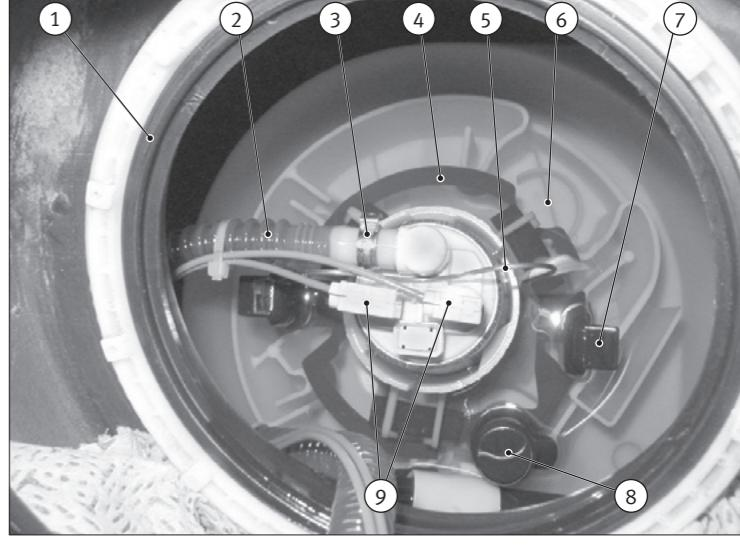
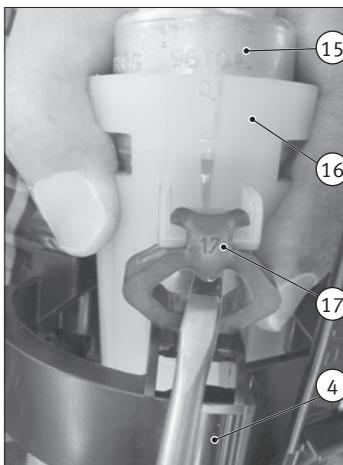

Abb. 1/Fig. 1/Puc. 1/图1
Abb. 3/Fig. 3/Puc. 3/图3
- The flange cover (10) is inserted in the tank with two interlocking sealing rings (11).
- A floor support (12) connects the flange cover with the swirl pot. The latch (13) is positioned in a recess (6) in the floor of the swirl pot. The fluid-level sensor (14) is mounted on the floor support.
- Push the flange cover (10) out carefully at the top.
- The fuel pump (15) is positioned in a holder („sleeve“) (16). This sleeve is fixed in the swirl pot with a retaining ring (4).
- Push the two clips (7) of the retaining ring together towards the centre and pull the retaining ring out at the top.
- A pressure relief valve (8) is mounted in the retaining ring, which is fitted securely in the swirl pot with an o-ring. Keep the sealing ring safe.
- Disconnect the electrical contacts (9).
- Open the hose clamp (3) and pull off the hose (2).
- Lever the upper part of the 3 rubber buffer (17) from the sleeve. For this, push the triangular indentation upwards from behind (see Fig. 3).
- Pull the pump (15) with sleeve (16) up out of the retaining ring (4).
- Remove the retaining bracket (5).
- For easier disassembly/assembly of the fuel pump, we offer the tool 4.00063.00.0. The tool (18) spreads open the bracket of the sleeve (16) and the old pump (15) can be pulled easily out of the sleeve.
- Le couvercle à bride (10) est placé dans le réservoir avec deux bagues d'étanchéité (1) (11) qui s'imbriquent l'une dans l'autre.
- Un appui (12) relie le couvercle à bride au pot de stabilisation. La pièce d'arrêt (13) prend place dans un évidement (6) au fond du pot de stabilisation. L'indicateur de niveau de remplissage (14) est monté sur l'appui.
- Retirer prudemment le couvercle à bride (10) vers le haut.
- Placer la bague de maintien entièrement montée dans le pot de stabilisation. Les pinces (7) de la bague de maintien doivent s'enclencher fortement.
- S'assurer que la bague d'étanchéité est présente sur la valve de surpression (8) et qu'elle n'est pas endommagée.
- La tubulure de refoulement est dirigée vers le côté gauche (dans le sens de la circulation, Fig. 1).
- Adapter la bague d'étanchéité (11) dans la bague d'étanchéité (1) de l'ouverture du réservoir.
- Insérer le couvercle à bride (10) dans l'ouverture du réservoir de sorte que la pièce d'arrêt (13) de l'appui entre dans l'évidement rond (6) du pot de stabilisation.
- Débrancher les contacts électriques (9).
- Ouvrir le collier (3) et retirer le flexible (2).
- Extraire la partie supérieure des 3 butoirs en caoutchouc (17) hors du manchon en faisant levier. Pour ce faire, pousser le renflement triangulaire de l'arrière vers le haut (voir Fig. 3).
- Tirer la pompe (15) avec le manchon (16) vers le haut hors de la bague de maintien (4).
- Retirer l'étrier de maintien (5).
- Pour faciliter le démontage/montrage de la pompe à carburant, nous proposons l'outil 4.00063.00.0. L'outil (18) écarte la fixation du manchon (16), ce qui permet de retirer facilement l'ancienne pompe (15) du manchon.